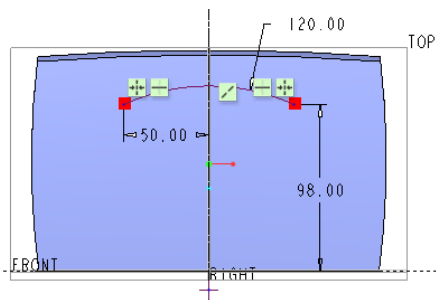

图 7-158 绘制圆弧
① 在功能区“模型”选项卡的“编辑”面板中单击“投影”按钮，打开“投影曲线”选项卡。
② 在“投影曲线”选项卡中打开“参考”面板，从一个下拉列表框中选择“投影草绘”选项。接着在“参考”面板中单击“定义”按钮，弹出“草绘”对话框，选择 TOP 基准平面作为草绘平面，以 RIGHT 基准平面作为“右”方向参考，单击“草绘”对话框中的“草绘”按钮，进入草绘模式。
③ 绘制图 7-158 所示的一段圆弧，单击“确定”按钮。